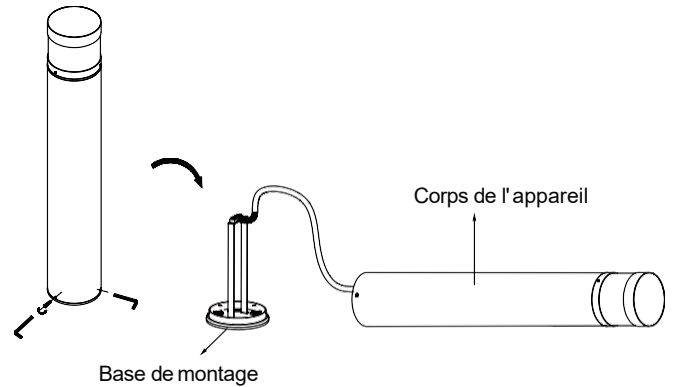

Fig 6
7. À l'aide de la clé hexagonale, desserrez les 3 vis situées sur le côté du fond, et séparez le corps de la fixture de la base de montage. **Fig. 6**